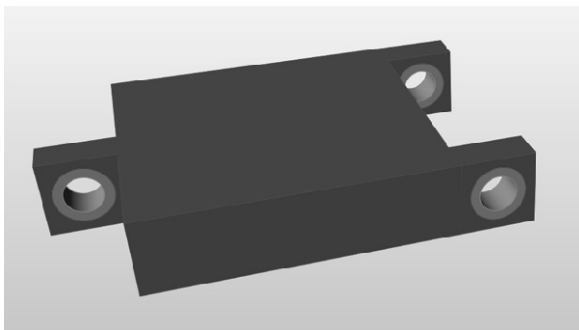

图 5-5
4) 在模型视窗中, 单击任意空白处, 此时优化过程中将要被剔除的材料会显示为暗红色, 如图 5-5 所示。